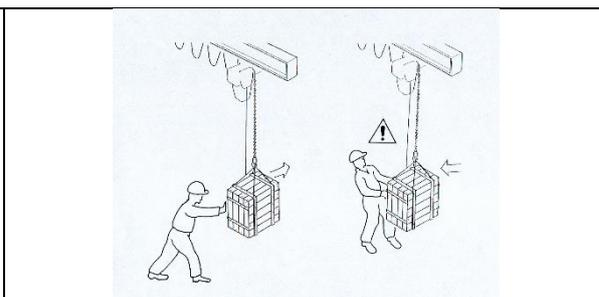

fig. 55
- **Nelle manovre manuali di traslazione e/o rotazione del braccio** l'operatore deve movimentare il carico spingendolo e mai trainandolo verso di sé, per evitare il rischio di schiacciamento (fig. 55).